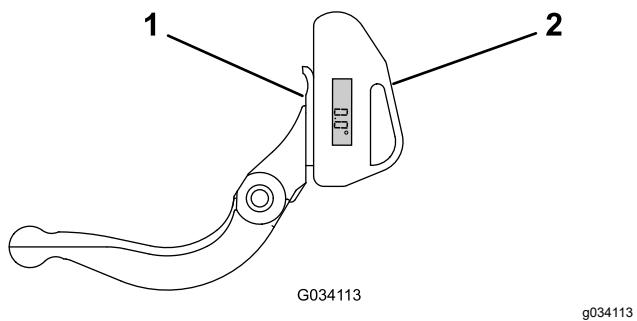

Figura 30
- Coloque el indicador de ángulo en el lado inferior de la contracuchilla, según se muestra en Figura 30.